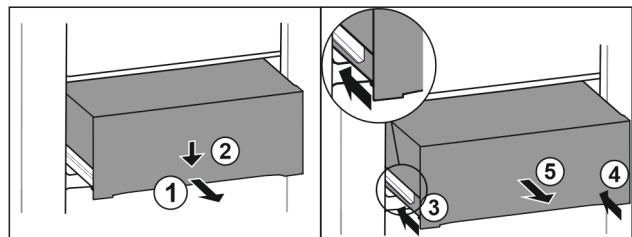

Fig. 121
- Extraiga el cajón hasta la mitad. Fig. 121 (1)
- Presionar hacia abajo el cajón de la parte delantera. Fig. 121 (2)
- Introducir el carril izquierdo unos 2 cm. Fig. 121 (3)
- Introducir el carril derecho unos 2 cm. Fig. 121 (4)
- Extraiga el cajón hacia delante. Fig. 121 (5)